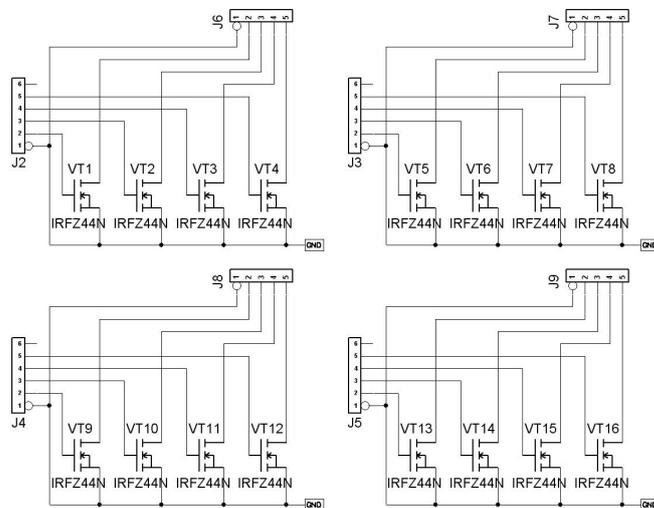

Рис.3. Схема электрическая принципиальная
**Подключение и работа с устройством:** вставьте модуль MP710 в разъемы J2-J5, причём USB-порт должен быть обращён в сторону маркировки на плате «MP711». Нагрузку подключайте к контактам J6-J9 согласно схеме рис.3. Управление устройством и проверка его работоспособности описаны в инструкции пользователя MP710.